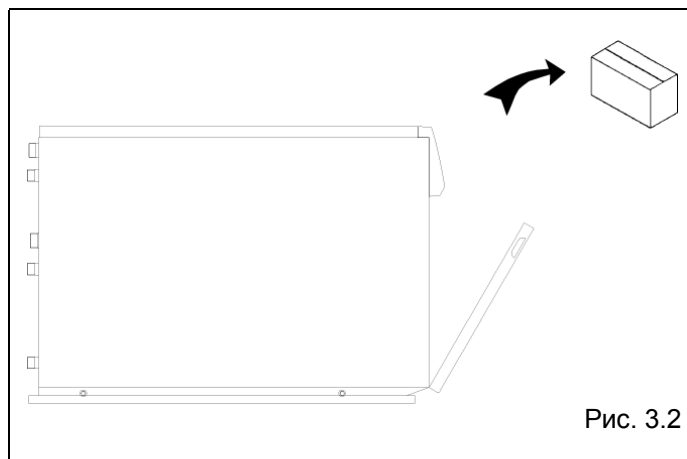

Рис. 3.2
- снимите переднюю панель облицовки (рис. 3.2)